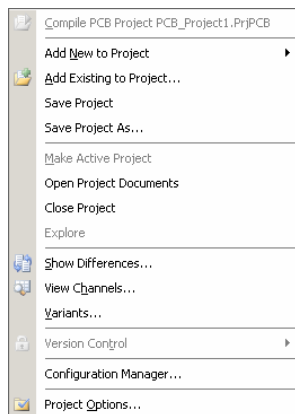

图 2.24 弹出菜单
(4) 在主菜单中选择“File”->“Save Project As...”命令，或者单击“Projects”工作面板中的“Project”按钮，然后在如图 2.24 所示的弹出菜单中选择“Save Project As...”命令，或打开“Save [PCB_Project1.PrjPcb]As”对话框。